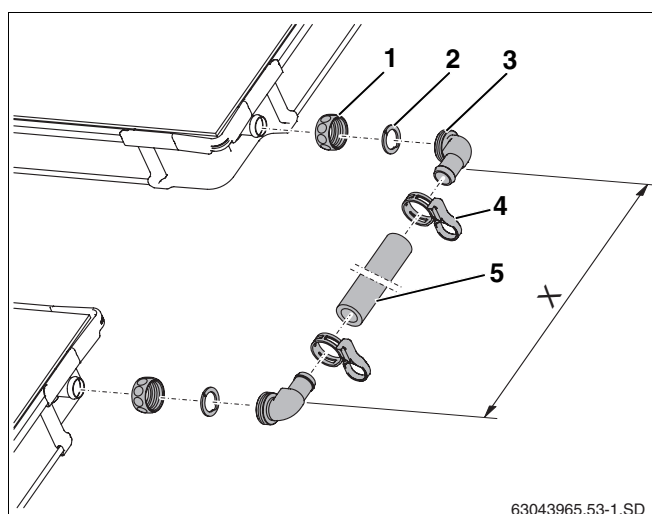

Fig. 41 Kit per il collegamento fra due serie di collettori
- Spingere il dado di raccordo (fig. 41, **pos. 1**) sopra gli attacchi del collettore.
- Disporre la rondella di fissaggio (fig. 41, **pos. 2**) dietro il bordo del raccordo del collettore e fissare premendo.
- Con una pressione, applicare la boccola angolare con il relativo o-ring (fig. 41, **pos. 3**) sull'attacco; successivamente allineare la boccola e avvitarla con il dado di raccordo.
- A collettori montati, misurare la distanza tra le boccole angolari (misura X) e accorciare di conseguenza il tubo di gomma per solare (fig. 41, **pos. 5**).
- Infilare il tubo di gomma per solare nelle boccole angolari e fissare in posizione con le fascette elastiche (fig. 41, **pos. 4**).